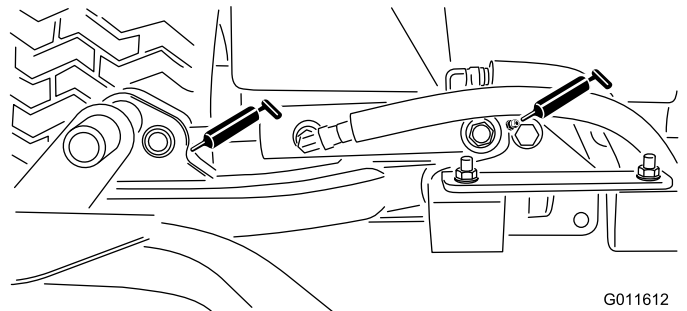

Figura 28
- Cilindros do braço de elevação da unidade de corte (2 cada) (Figura 28)
- Articulações do braço de elevação (1 cada) (Figura 28)